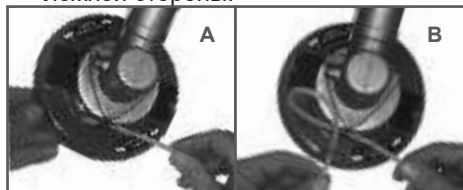

Рис. 9 Замена триммерного корда диаметром 4 мм
3. Вставьте один конец корда в фиксатор, затем выведите его наружу через металлическую скобу (Рис. 9 А,В).